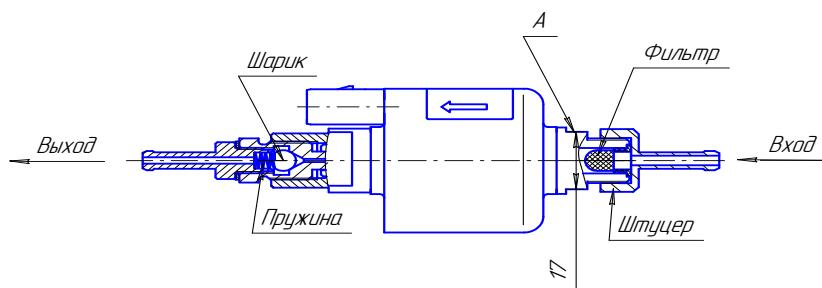

Рис.18 – Топливный насос
- демонтировать топливный насос с автомобиля. Зафиксировав ключом (ключ на 17 мм) от поворота за поверхность А, отвернуть штуцер и снять фильтр (см. рис.18, запрещается фиксация топливного насоса за другие поверхности при отворачивании и наворачивании штуцера);